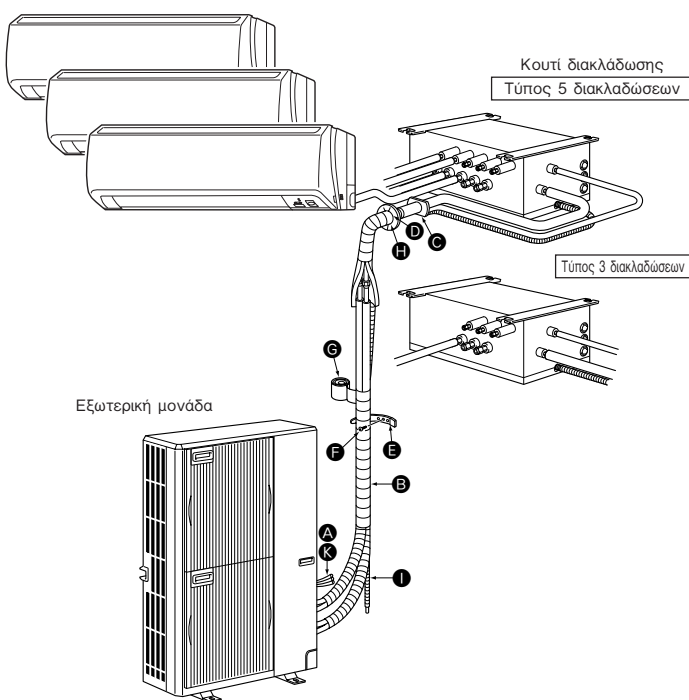

Fig. 2-1
2.1. Πριν την εγκατάσταση (Fig. 2-1)